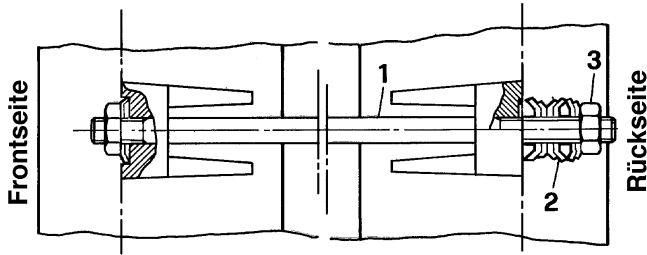

Abb. 4.14
- 13 Montieren Sie die vier Ankerstangen **1**, die sechs Tellerfedern **2** an die Endglieder und ziehen Sie die Muttern **3** fest (siehe Abb. 4.14).
Die Tellerfedern sind gegeneinander (Abb. 4.14) zu montieren; beim Anziehen der Muttern darauf achten, daß die Tellerfedern nicht vollkommen zusammengedrückt werden.